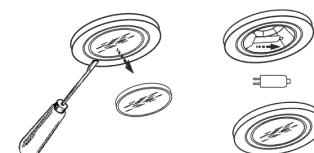

рис. 11
8.6 Замена галогенной лампы (рис.11):